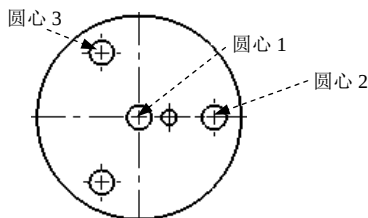

图 6.3.23 选取剖切点
Step4. 选取图 6.3.23 所示的圆心 1、圆心 2、圆心 3 为剖切点，然后单击  按钮。